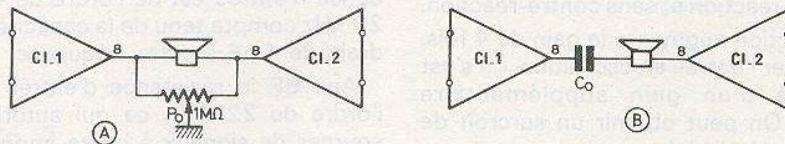

Fig. 14
Pour éviter un courant de 0,25 A maximum, au repos, dans le haut-parleur, il est recommandé d'équilibrer les sorties des CI, à l'aide d'un potentiomètre de $1 \text{ M}\Omega$ monté en parallèle sur le haut-parleur de 8Ω , comme indiqué à la figure 14 (A) ou, en disposant un condensateur C_o non polarisé de forte valeur à l'une des sorties 8 de CI, comme on le voit sur la figure 14(B), solution onéreuse, car un condensateur de ce genre coûte cher.